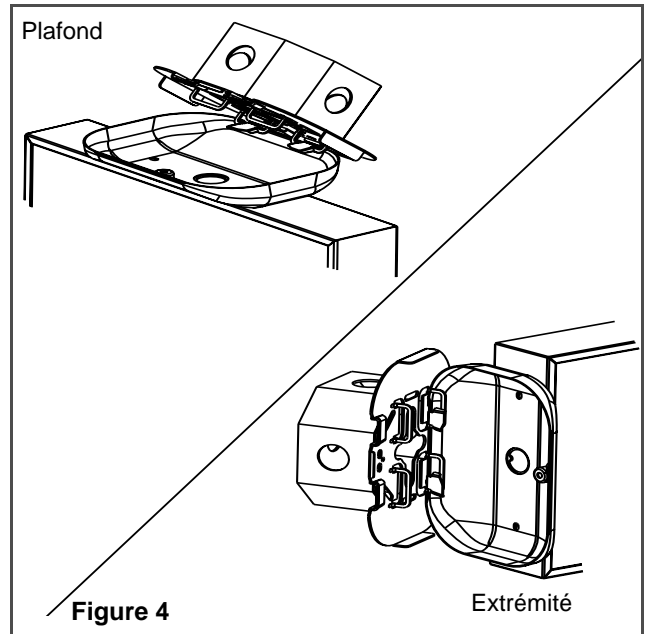

Figure 4
- f. Le socle à installation rapide comprend deux ailes pliées vers l'intérieur lui permettant d'être accroché sur les détails en "U" de la plaque de fixation facilitant ainsi le raccordement du filage (voir fig. 4). Se référer au point (6) pour compléter les branchements électriques. Pousser l'excédent de fil dans la boîte de jonction et fixer la pavillon avec la longue vis(6).